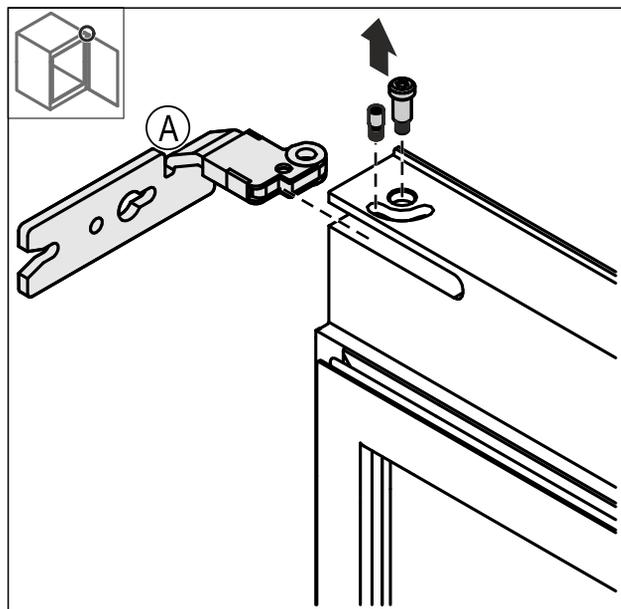

図7
- 図7で取り外したヒンジAをドア下側に取り付けます。
- ①のボルトをドア下側からヒンジAの穴にはまるように差し込みます。
- ②のネジを締めて、しっかりとヒンジAを固定します。